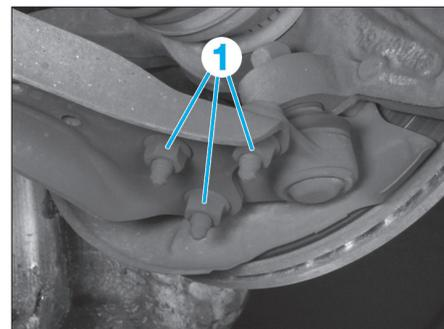

FIG. 28
- de chaque côté, les écrous (1) (Fig.28).